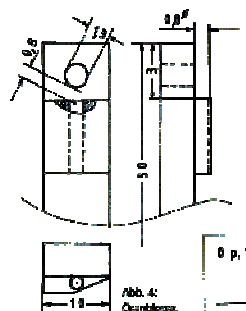

Abb. 4: Ösenbieger.
Zu 2: Was als Alternative zur Schlossermethode gedacht war, war ein Schnitt-Form-Werkzeug, wobei die Öse in einem Hub gefertigt werden sollte. Was von dieser großen Vorstellung übrig geblieben ist, ist die auf Abb. 4 skizzierte, aus 10 x 5 x 50mm-Vierkantstahl gefertigte Biegehilfe. Es wäre ein Fehler, diesen Biegezug nur nach dem bloßen Aussehen zu beurteilen. Wie auch immer, er ersetzt in jedem Fall die Zange. Der Nachteil ist, daß man ihn nur für einen festen Durchmesser gebrauchen kann. Es wäre ja auch zu viel verlangt, wenn sich dieser Winzling auch noch umrüsten ließe.
Herstellung der Biegevorrichtung Zur Erstellung der gerade im Einsatz gezeigten Vorrichtung (Abb. 4) sind anschließend zwei Möglichkeiten aufgezeigt: a) die für den Mechaniker und b) die für den Bastler. Zu a): Der Biegezeit wird entsprechend der Zeichnung aus einem Stück gefertigt. Um hierbei die Wahl zu lassen, ob jemand zuerst die eine oder auch beide Bohrungen ausführt und dann den Absatz fräset oder erst fräset und dann bohrt, werden nur die Forderungen angesprochen:
5. Die Feinarbeit erledigt jetzt eine feine Vierkantfeile. Die wird so lange, ohne zu wackeln, an der Stirnseite der aufgelöteten Platte hin und hergeführt, bis sich ein Draht von 0,8 mm zwischen einem Bohrer 1,3 mm und der Biegekante einschieben läßt (siehe Abb. 4).